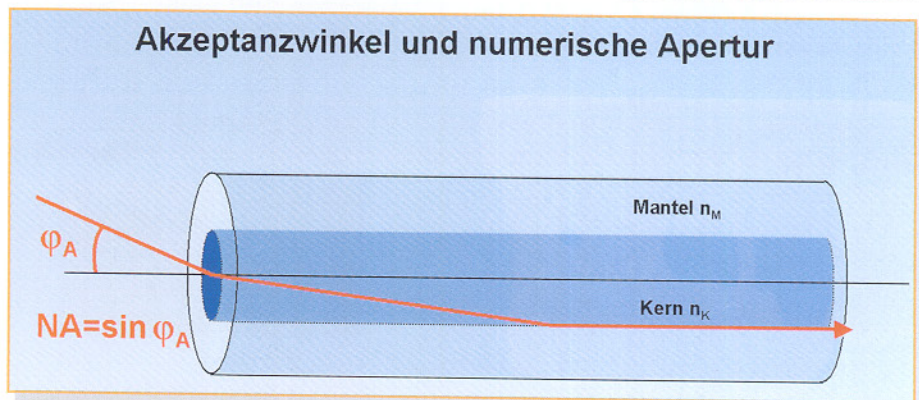

Bild 17: Akzeptanzwinkel und numerische Apertur
Apertur (NA) beschreiben den maximal möglichen Winkel, unter dem Licht auf die Stirnfläche des Glasfaserkerns eingestrahlt werden darf, ohne dass die Bedingung für Totalreflexion an der Grenzfläche Kern-Mantel gemäß dem Gesetz von Snellius verletzt wird (Abbildung 17). φ_A und NA hängen von den Brechzahlen von Kern und Mantel gemäß der folgenden Beziehung ab: